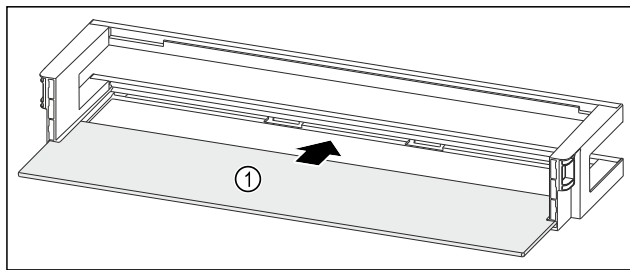

Fig. 232 Rafti i derës me raft mbajtës
- Futni raftin mbajtës Fig. 232 (1) në folëtë anësore.